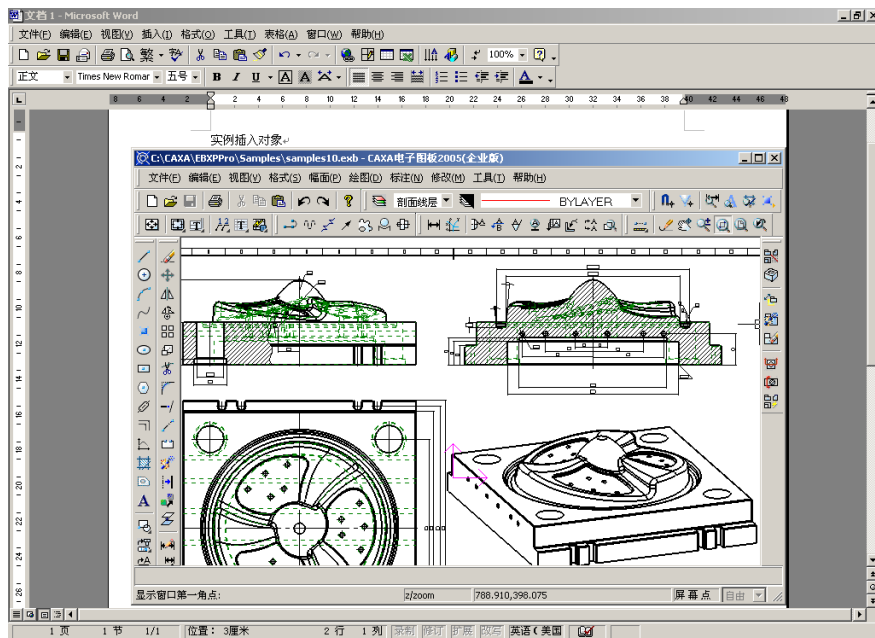

图 18-27 编辑电子图板对象
3. 在对话框中【新建】标签中的对象类型列表框中选择【CAXA 电子图板】，选完后单击【确定】按钮。将弹出 CAXA 电子图板的编辑窗口。在绘图区内绘制所需的图形，如图 18-27 所示。